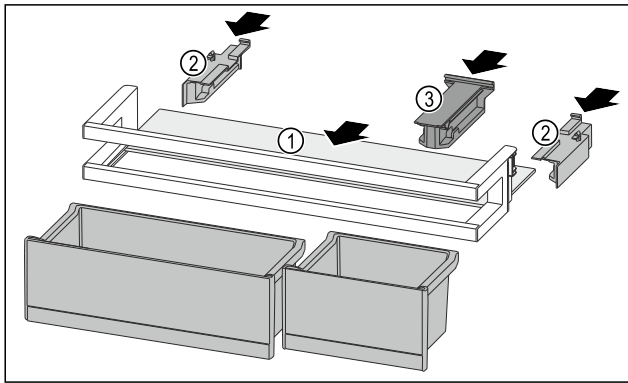

Fig. 162
- ▶ Odkládací plochu Fig. 162 (1) zasuňte do bočních vybrání.
- ▶ Boční díly Fig. 162 (2) vložte.
- ▶ Držák Fig. 162 (3) vložte.